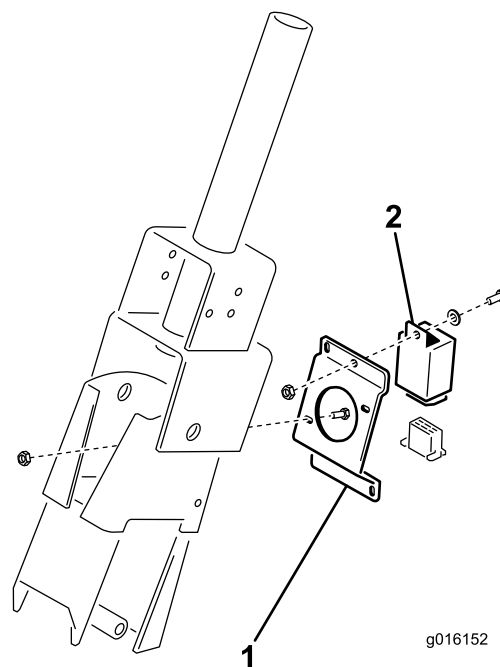

Figure 2
3. Montez le support du module des clignotants sur le support de la colonne de direction avec (2) vis à tête fendue (n° 10 x 1/2") et écrous Keps (n° 10) (Figure 2).
4. Montez le module des clignotants sur le support avec une vis à tête fendue (n° 10 x 1/2"), une rondelle plate (0,216 x 0,500) et un écrou Keps (n° 10) (Figure 2).